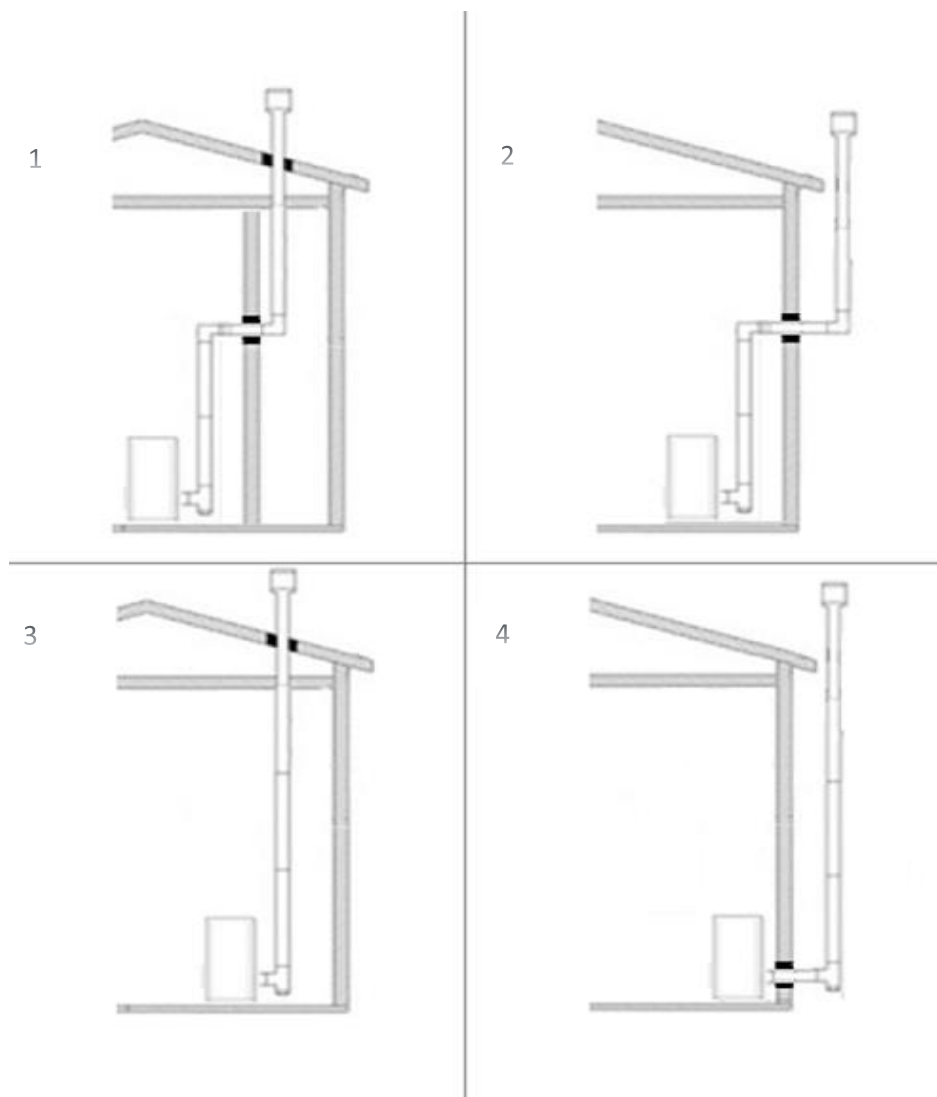

Figura 2
6. No caso da saída da chaminé para uma chaminé existente que não esteja perfeitamente perpendicular à saída dos fumos da lareira e para os casos em que a saída para o exterior se faça pela fachada (ver casos 1 e 2 da figura 2), é está prevista uma ligação das condutas por meio de cotovelos. Estas podem chegar a 90° e não devem sofrer estreitamento. Além disso, serão abordados: